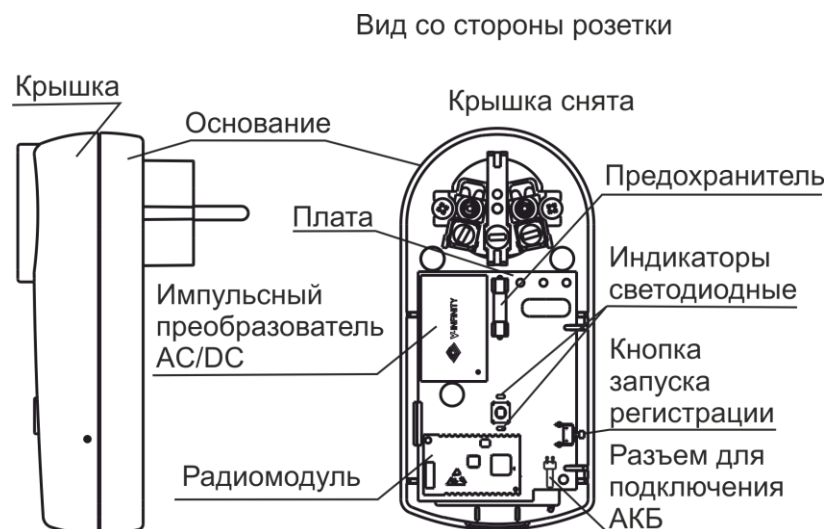

Рисунок 5.7
5.3.5 В маршрутизаторе 8745 исполнение А предусмотрена возможность установки АКБ. Для подключения АКБ нужно ее разъем подключить к специальному разъему на плате (рисунок 5.7).